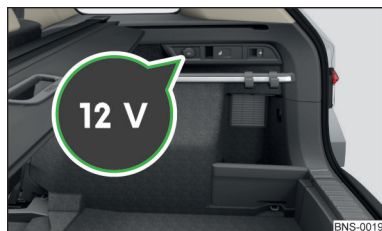

Fig. 134
► Pentru **utilizare**, deschideți capacul prizei » **fig. 134** și introduceți fișa consumatorului electric în priză.